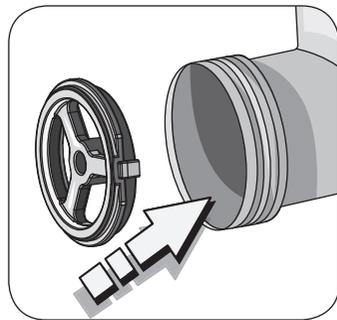

Fig. 5
- Posizionare il disco per salsicce (E) nella tramoggia (Fig. 5). Le tacche laterali devono inserirsi perfettamente negli intagli ricavati sulla tramoggia.